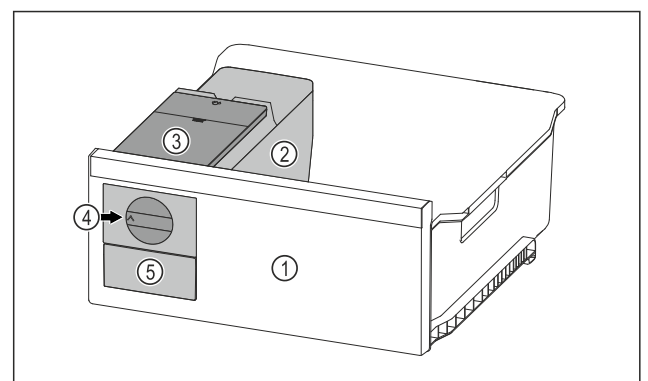

Fig. 109 Immagine a titolo di esempio
- Ruotare la manopola Fig. 109 (4) verso destra finché non si arresta.
- I cubetti di ghiaccio cadono dalla ciotola dei cubetti di ghiaccio nel cassetto dei cubetti di ghiaccio Fig. 109 (5). Se non tutti i cubetti di ghiaccio fuoriescono dalla ciotola dei cubetti di ghiaccio: